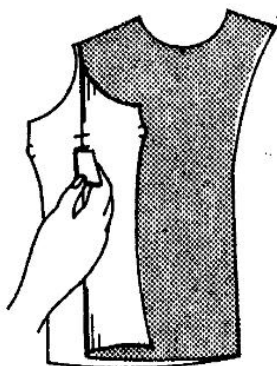

Рис. 53
3. Отметьте положение каждой булавки на ткани с помощью мела, мыла или специальной ручки (рис. 53).